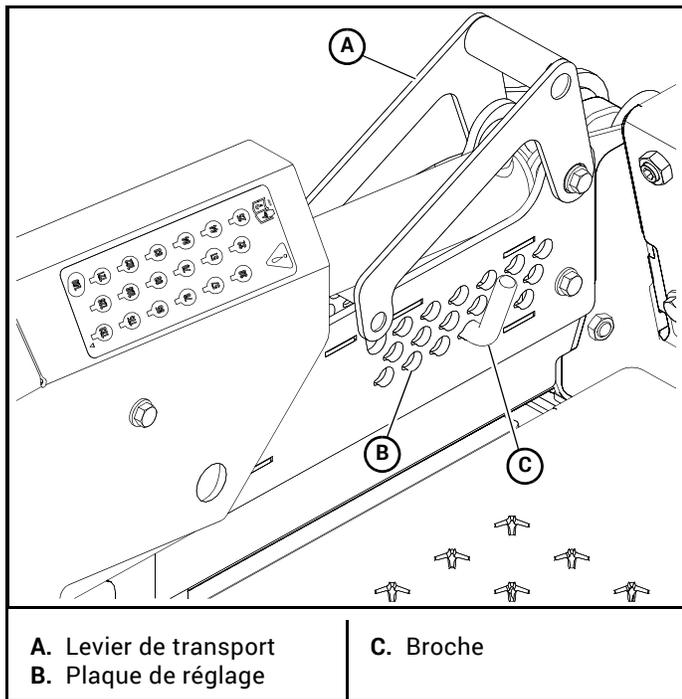

Figure 3-13
1. À l'aide de l'interrupteur de levage du plateau de coupe central, relever le plateau de coupe central jusqu'à l'accouplement du levier de transport. Figure 3-13
2. Déplacer la broche jusqu'à la hauteur de coupe souhaitée dans la plaque de réglage de la hauteur du plateau de coupe central. Figure 3-13